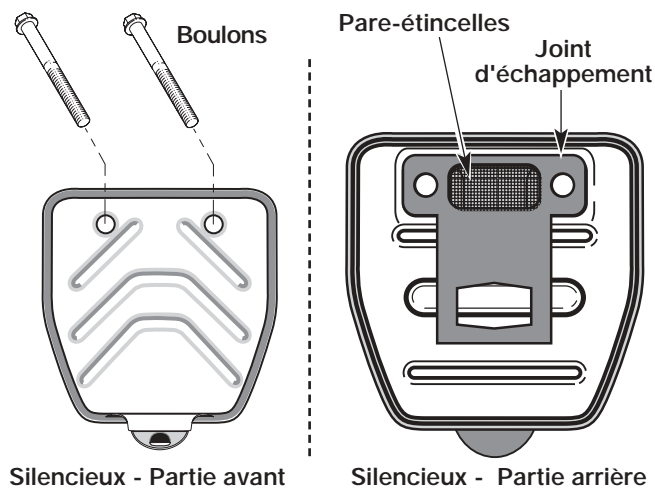

Fig. 25
2. Repérez le devant du silencieux et les deux (2) boulons qui le retiennent au moteur (Fig. 25). Retirez les deux (2) boulons à l'aide d'un tournevis à lame plate, d'une douille de 5/16 po ou d'un tourne-écrou. Retirez le silencieux du moteur.
3. Retournez le silencieux vers l'arrière et repérez le joint d'échappement. Retirez le joint du silencieux (Fig. 25).
7. Placez le joint d'échappement contre l'arrière du silencieux. Alignez les trous de boulon du joint d'échappement avec les trous de boulon du silencieux. Tout en maintenant le joint d'échappement en place, insérez les boulons sur le devant du silencieux (Fig. 25).